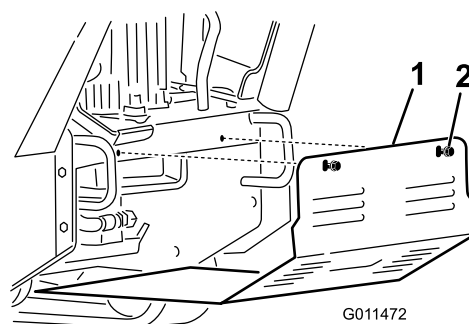

Figura 22
5. Per montare lo schermo di protezione prima di mettere in funzione la macchina, fatelo scorrere nella macchina in modo che poggi su tutte e 4 le alette e fissatelo con i 2 bulloni che avete precedentemente allentato (Figura 22).
3. Allentate uno dopo l'altro i 2 bulloni che fissano lo schermo inferiore, fino a liberare completamente lo schermo (Figura 22).